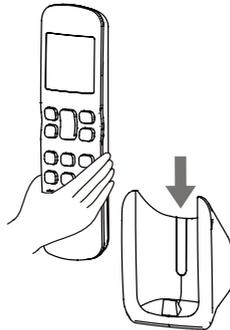

Рисунок 2.5
3. Вертикально вставьте пульт ДУ в держатель (см. Рис. 2.5).